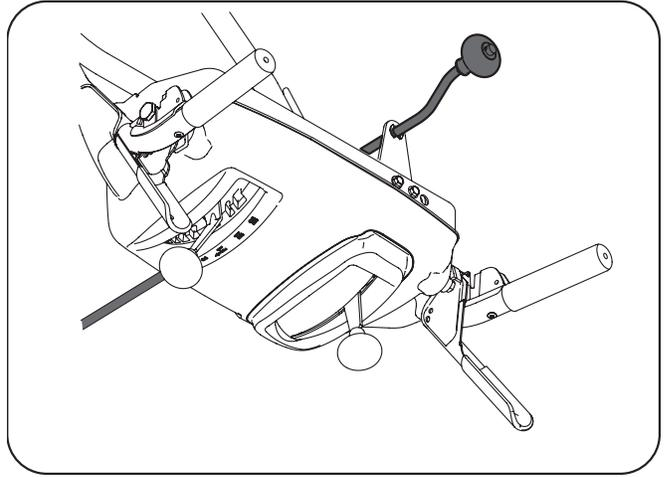

Figure 3-8
- Guidez la tige à travers le support situé sur l'arrière du tableau de bord. Voir la Fig. 3-8.